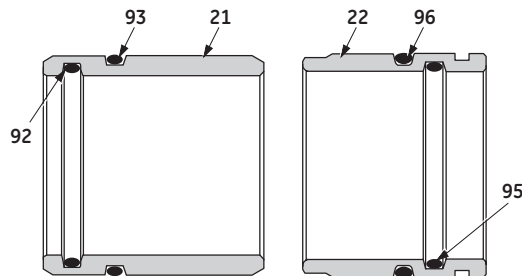

Figura 4 - Disposición opcional de la junta tórica
- E. Los componentes que deben salir con el eje (19) son: el empaque (17), el anillo de la caja de empaque (23 o 100), el tubo espaciador (20) y el buje guía superior (21).
Nota: Es posible que el tubo espaciador (20) y el buje guía superior (21) permanezcan en el cuerpo. Deben quitarse. El tubo espaciador (20) solo se puede quitar tirando del extremo del casquete del cuerpo. El casquillo guía superior (21) se puede empujar a través del cuerpo después de retirar el tapón o tirar a través del extremo del casquete del cuerpo. En las válvulas diseñadas para uso en servicio en pastas aguadas o líquidos viscosos, el buje guía superior tiene una junta tórica interna (92) y una junta tórica externa (93), y el casquillo guía inferior tiene una junta tórica interna (95) y una junta tórica externa (96). (Consulte la Figura 4).